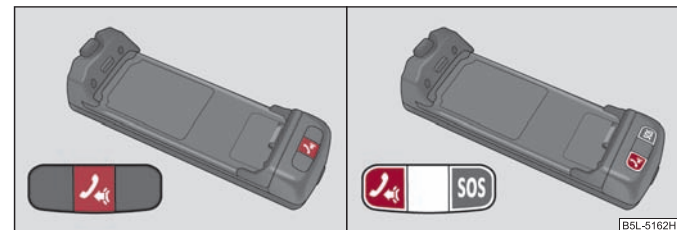

Fig. 129 Figura: Adaptador monotecle / adaptador duotecle
El mando fónico del teléfono se activa pulsando brevemente la tecla (tecla push to talk) en el adaptador* ⇒ fig. 129 o pulsando brevemente la tecla ① en el volante multifunción* ⇒ página 134, fig. 128.
En algunos adaptadores* se encuentra, adicionalmente a la tecla PTT, también la tecla SOS ⇒ fig. 129. Esta tecla es sin función.
Pulsando la tecla PTT  en el adaptador* ⇒ **página 135, fig. 129** o en el volante multifuncional*, en todo momento podrá iniciar o finalizar el diálogo ⇒ **página 134** o finalizar mediante la orden fónica **CANCELAR**.